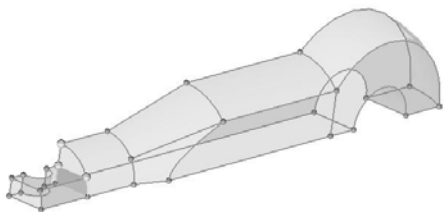

图 5-52 切割实体
(4) 单击 trim 按钮，将最前面一小块实体分割出来，如图 5-52 所示。